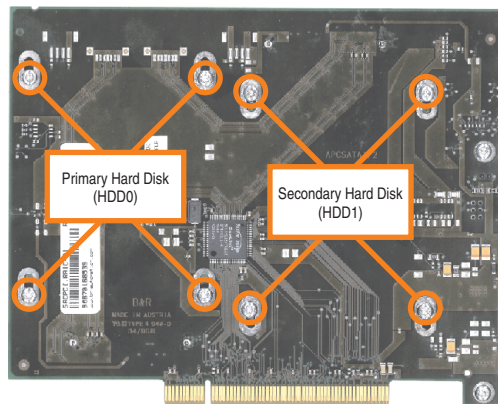

Abbildung 334: Rückseite des SATA RAID Controllers Schraubenzuordnung
- Lösen der richtigen 4 Befestigungsschrauben (M3x5) - siehe Abbildung 334 "Rückseite des SATA RAID Controllers Schraubenzuordnung", auf Seite 567.